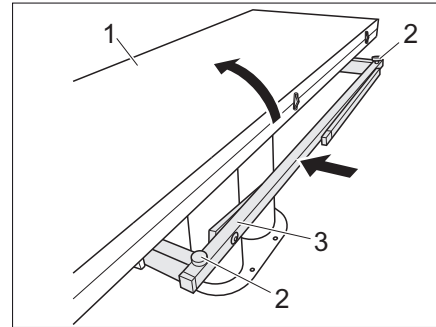

Fig. 108 Raccourcir la table
- Replier la moitié de table (Fig. 108,1).
- Visser les deux vis de réglage (Fig. 108,2).
- Insérer l'infrastructure de la table (Fig. 108,3).